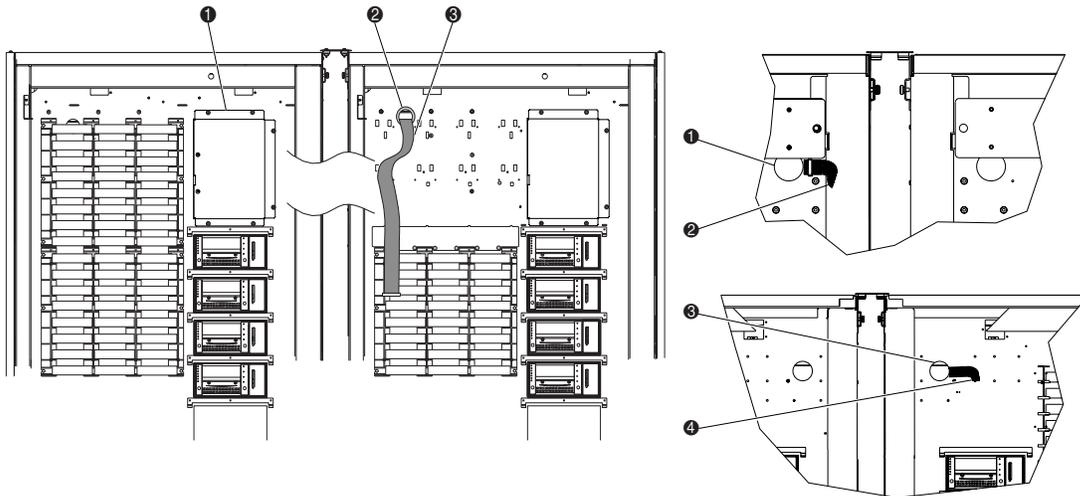

Abbildung 2-7. Verlegung des PTM-Kabels
- ❶ Fächermodule
- ❷ Bandkassetten
2. Entfernen Sie den Verschluss der Kabelöffnung der rechten Library, und setzen Sie dann die mitgelieferte 2-Zoll-Hülse in die Kabelöffnung ein (siehe Abbildung 2-7).
3. Ziehen Sie das PTM-Kabel durch die Öffnung, bis die Länge des Kabels an der Vorderseite der Fächerwand noch etwa 46 cm beträgt (siehe Abbildung 2-7)
4. Befestigen Sie die PTM-Adapterplatte mit sechs Schrauben an der linken ESL9198 Tape Library (❶ Abbildung 2-7).